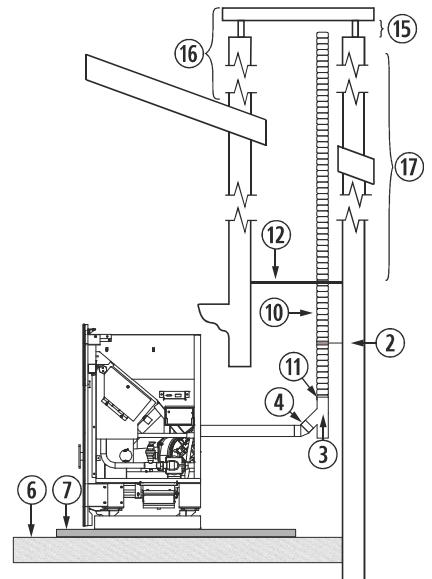

Figura 7
4.26. L'installazione di una stufa ad incasso in un caminetto può essere realizzata in completa totalità in un tubo flessibile, così come è indicato nella figura 7. Dobbiamo prestare speciale attenzione al momento di realizzare l'isolamento tra il caminetto e il tubo di fuoriuscita di gas per evitare possibili arretramenti di gas in caso di tormenta.